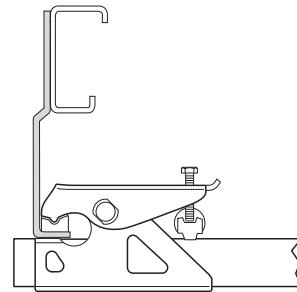
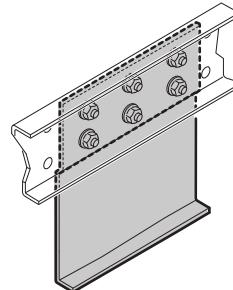

Fig. 8
Fig. 9
- Placas de montaje para la nivelación de altura para chasis estándar con perfil en L o perfil en U y/o para puenteado de tirantes de refuerzo con sistema de fijación estándar (Fig. 8) (Fig. 9).